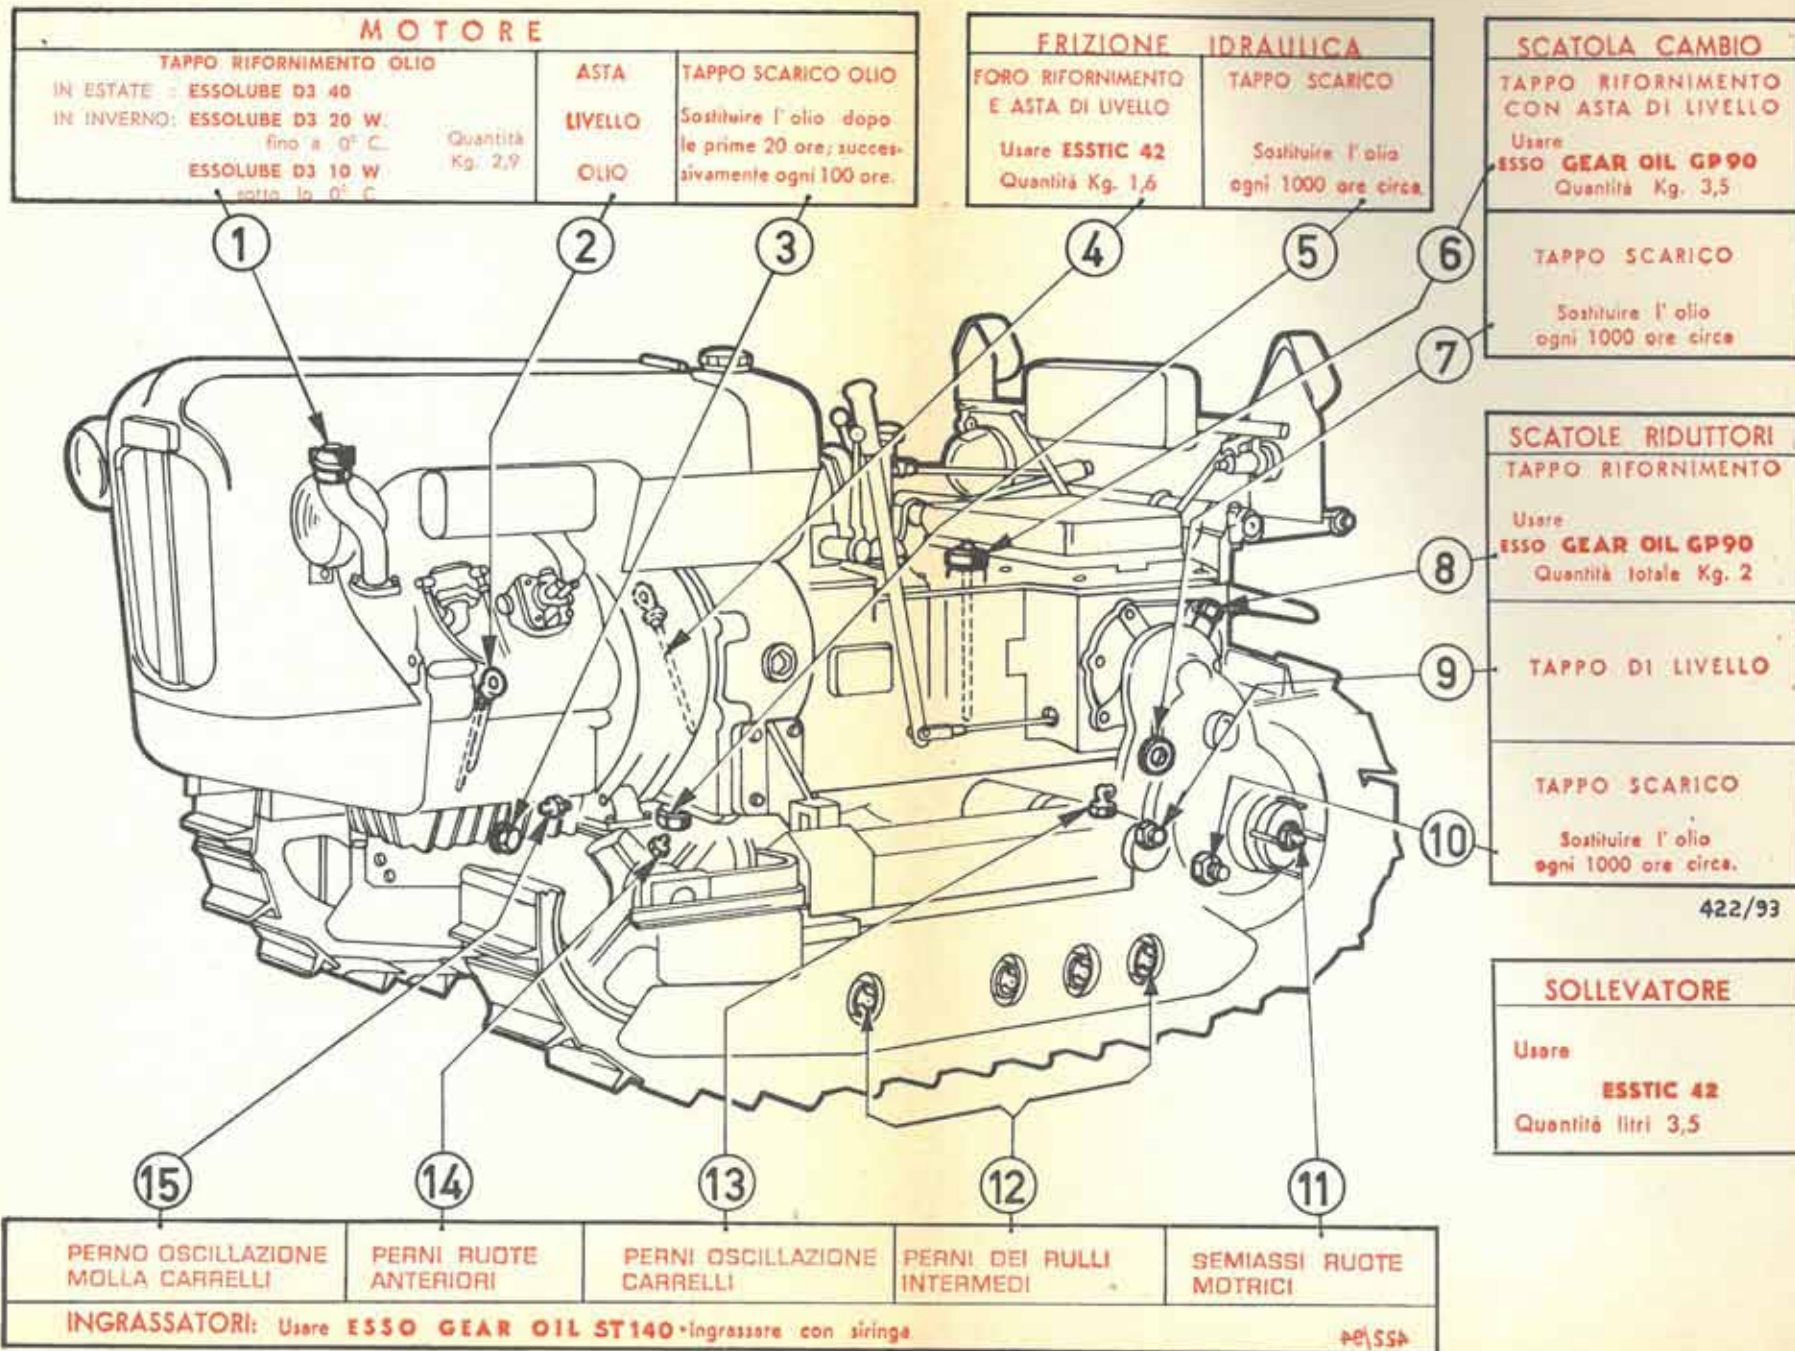

Fig. 20 - RIASSUNTO LUBRIFICAZIONE TRATTORE
**FRIZIONE IDRAULICA** — L'olio necessario al funzionamento della frizione (V. fig. 20) va versato nella scatola attraverso il foro 4) disposto sul lato destro. Detto foro viene tappato con un'asta di livello con cui è possibile controllare il livello massimo (tacca superiore) od il livello minimo (tacca inferiore) al disotto del quale l'olio non deve mai scendere. E' necessario controllare spesso il livello dell'olio nella scatola e, qualora fosse necessario, ripristinare il giusto livello aggiungendo olio nuovo della medesima qualità.
**SCATOLA DEL CAMBIO** — Svitare il tappo 6), disposto sulla portina dorsale del cambio e versare l'olio lubrificante (V. fig. 20). Il tappo è provvisto di asta di livello con cui è possibile controllare il livello massimo (tacca superiore) od il livello minimo (tacca inferiore) al disotto del quale l'olio non deve mai scendere. Periodicamente è necessario controllare il livello dell'olio nella scatola del cambio e, qualora fosse necessario, ripristinare il giusto livello aggiungendo olio nuovo della medesima qualità.
**SCATOLE DEI RIDUTTORI FINALI** — Il lubrificante (V. fig. 20), va versato in ciascuna scatola dei riduttori togliendo i tappi di rifornimento 8). Svitare i tappi di livello 9) accessibili dai lati interni delle scatole) e verificare che l'olio sia salito fino a sfiorare il foro: a con-
**INGRASSATORI PER ALBERI E PERNI VARI** — La posizione degli ingrassatori, disposti nei punti principali degli organi del trattore è indicata nella tabella Fig. 20. Almeno OGNI GIORNO è necessario iniettare nei suddetti ingrassatori il lubrificante prescritto servendosi dell'apposita siringa.